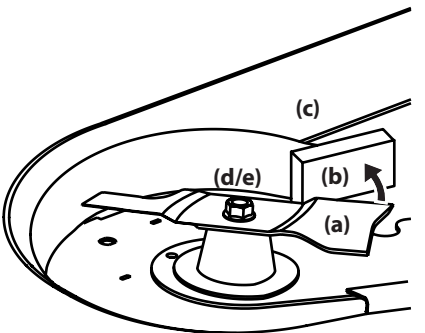

Figura 22
3. Envuelva un extremo de la cuchilla (a) con un paño y sujétela para evitar que gire, o inmovilice la cuchilla (a) colocando un bloque de madera (b) entre la cuchilla (a) y el alojamiento de la plataforma (c). Consulte la Figura 22.